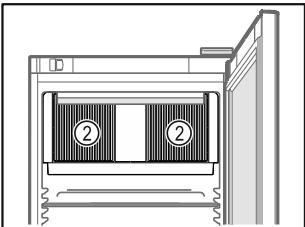

Fig. 63
- Lüftungsschlitz Fig. 63 (2) des Umluftgebläses im Innenraum freihalten.